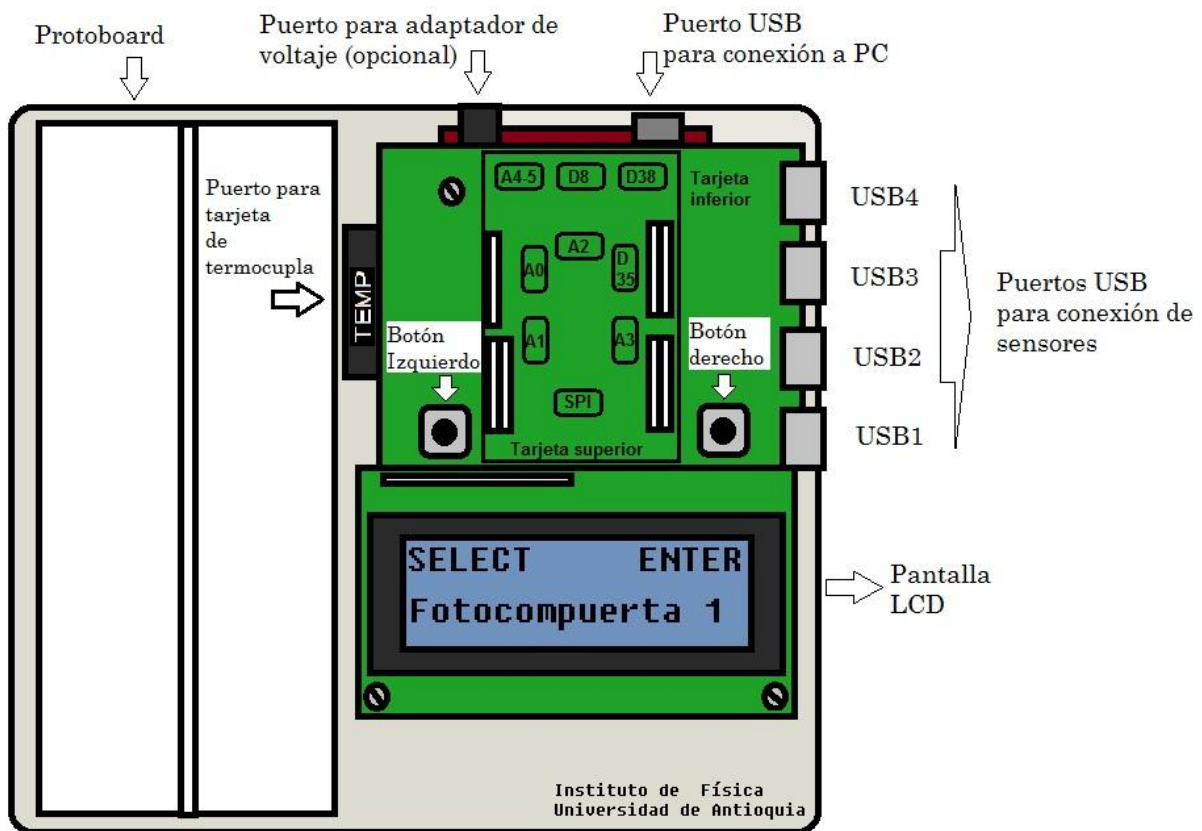

Figura 1. Sistema de adquisición de datos. Se observan los puertos accesibles al usuario de las tarjetas inferior y superior.
3. En el sistema seleccione la función deseada (ver descripción de las funciones) mediante el botón “SELECT” (botón izquierdo) y oprima “ENTER” (botón derecho). Ver figura 1.
Cuando la foto-compuerta es conectada al puerto USB1 (ver figura 1), el sistema arroja los tiempos (ms ó μ s) en que se produce una interrupción del haz. El contador se inicia en el momento que se presiona "ENTER". Esta función es útil en diversos experimentos de mecánica como el cálculo de velocidad angular en función del tiempo haciendo uso de una polea ranurada perpendicular al haz. Los tiempos son visualizados en el HyperSerialPort.
Cuando la fotocompuerta es conectada al puerto USB1 (ver figura 1), el sistema arroja los tiempos (ms ó μ s) en que se produce una transición de claro a oscuro u oscuro a claro en el foto-detector. El contador se inicia en el momento que se presiona "ENTER". Esta función es útil en diversos experimentos de mecánica como el cálculo de la velocidad máxima de un péndulo en función del tiempo. Los tiempos son visualizados en el HyperSerialPort.
Cuando la fotocompuerta es conectada al puerto USB1 (ver figura 1), el sistema arroja el tiempo (ms) que dura una interrupción del haz. Esta función es muy útil para la medida de velocidades. Los tiempos son visualizados en el HyperSerialPort. Esta opción permite ver el tiempo directamente en la pantalla del sistema.
Cuando las tarjetas de sensores análogos se conectan a los puertos USB3 ó USB4 (ver figura 1), el sistema arroja un número entero N entre 0 y 1023 que está relacionado con la variable física asociada al sensor correspondiente. Antes de comenzar la medida, se le pide al usuario escoger el tiempo entre datos presionando "SELECT" hasta llegar al valor deseado. Luego debe presionarse "ENTER". Los datos son visualizados en el HyperSerialPort. Esta opción permite ver los valores directamente en la pantalla del sistema.
Esta función es similar a la de “Sensores USB3, USB4”. La diferencia está en que en este caso las tarjetas de sensores se conectan en los puertos marcados como A0, A1, A2, A3 de la tarjeta ubicada en la parte superior (ver figura 1).
Cuando el módulo de termocupla MAX6674 ó MAX6675 se conecta al puerto TEMP (ver figura 1), el sistema arroja la temperatura en grados centígrados. Antes de comenzar la medición el sistema pide al usuario seleccionar la tarjeta que ha conectado: MAX6674 ó MAX6675. El rango de temperatura medible con la MAX6674 es (0°C, 128°C) con resolución de 0.13°C. Con la MAX6675 el rango es (0°C, 1024°C) y la resolución es 0.25 °C. La temperatura es visualizada en el HyperSerialPort y se actualiza cada segundo. Esta opción permite ver el valor de la temperatura directamente en la pantalla del sistema.